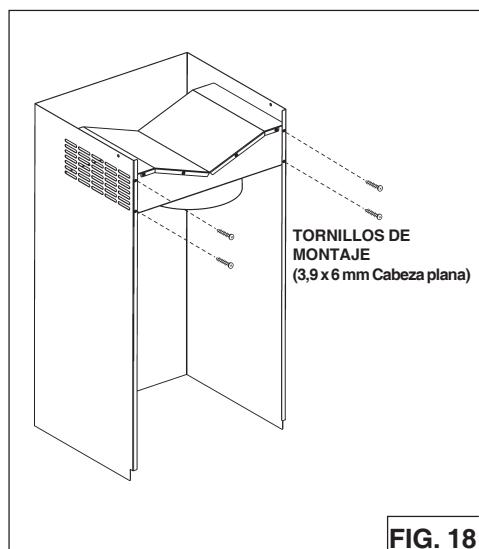

FIG. 18
3. Instale el pleno a la parte superior del tubo de humos decorativo usando (4) tornillos de 3.9 x 6 mm suministrados, como se ilustra (Fig.18).